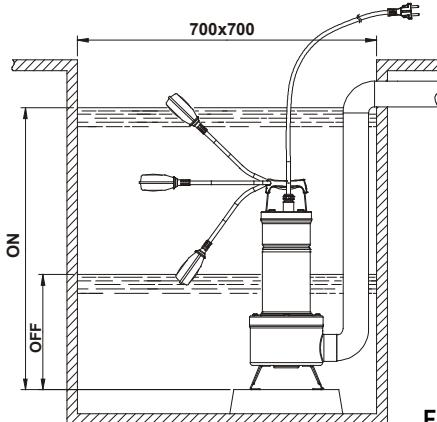

Fig.1
- 4.1 Nel caso in cui il fondo del pozzetto, dove la pompa dovrà funzionare, presentasse notevole sporcizia, è opportuno prevedere un supporto dove appoggiare la pompa al fine di evitare intasamenti (**Fig.1**).
- 4.4 Per la versione provvista di interruttore a galleggiante, accertarsi che quest'ultimo possa muoversi liberamente (VEDI PARAGRAFO REGOLAZIONE INTERRUTTORE A GALLEGGIANTE). Prevedere dei pozzi di alloggiamento aventi dimensioni minime come indicato in **Fig.1**. Il pozzetto dovrà sempre essere dimensionato anche in relazione alla quantità d'acqua in arrivo ed alla portata della pompa in modo da non sottoporre il motore ad eccessivi avviamenti.